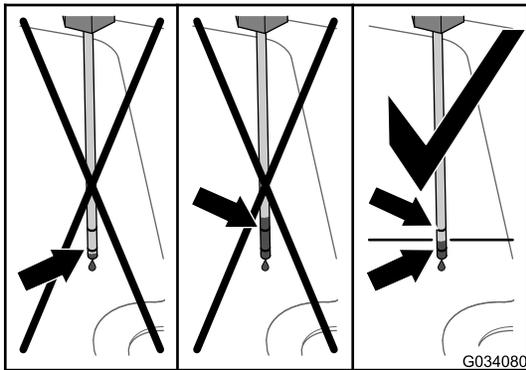
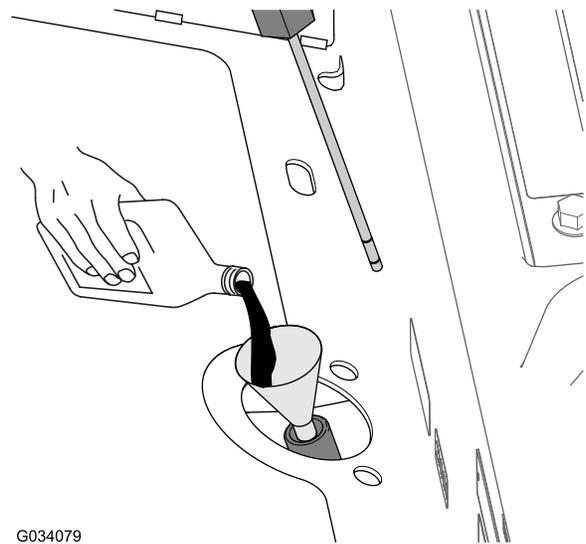

Figure 84
Figure 85
4. Ressortez la jauge et vérifiez le niveau de liquide (Figure 84).
5. Si le niveau de liquide est en dessous du repère minimum sur la jauge, versez le liquide hydraulique spécifié dans le tube de remplissage (Figure 85) jusqu'à ce que le niveau se situe entre les repères minimum et maximum sur la jauge (Figure 84) ; voir Spécifications de liquide hydraulique (page 63).
6. Versez le liquide hydraulique spécifié dans le tube de remplissage (Figure 85 de Contrôle du système hydraulique et du niveau de liquide \(page 63\)) jusqu'à ce que le niveau dans le carter de la boîte-pont (réservoir) se situe au centre entre les repères inférieur et supérieur sur la jauge (Figure 84 de Contrôle du système hydraulique et du niveau de liquide \(page 63\)) ; voir Spécifications de liquide hydraulique \(page 63\).